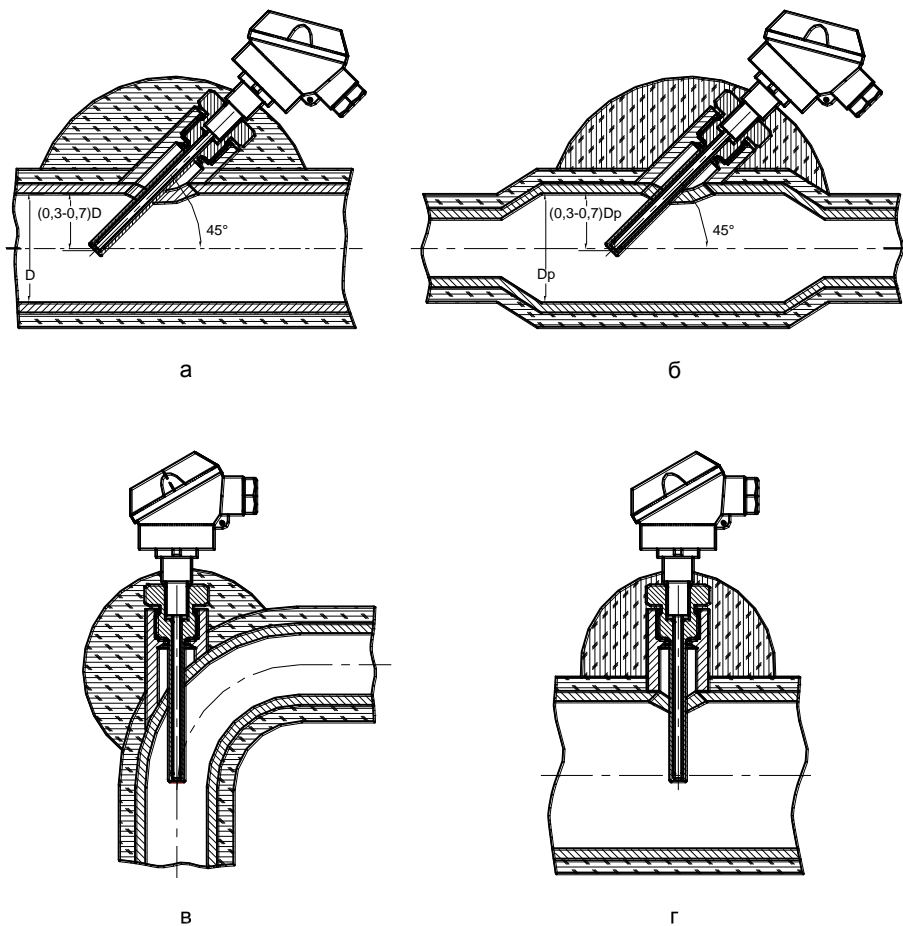

Рис.8.8
8.6.1 В выбранном месте установки ТС в верхней части трубопровода делается отверстие под защитную гильзу. Глубина погружения чувствительного элемента ТС должна быть $(0,3-0,7)D$, где D – внутренний диаметр трубопровода (рис. 8.8 а).
8.6.2 Если диаметр чувствительного преобразователя ТС превышает $0,13D$, то допускается при установке ТС применять расширитель (рис. 8.8б), где D_p – внутренний диаметр расширителя.